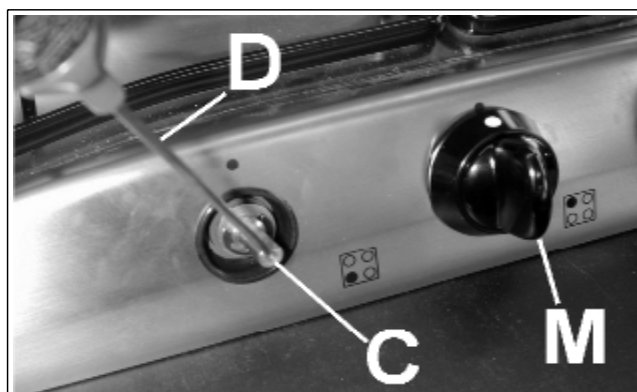

FIG. 12
- Introduire un petit tournevis "D" dans le trou "C" (fig. 12) et tourner vers la droite ou vers la gauche la vis d'étranglement jusqu'à ce que la flamme du brûleur soit correctement réglée au "Minimum".